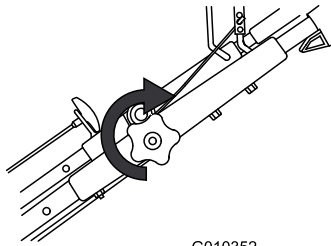

Bild 17
3. Ziehen Sie das obere Griffhandrad so fest wie es geht (Bild 17).